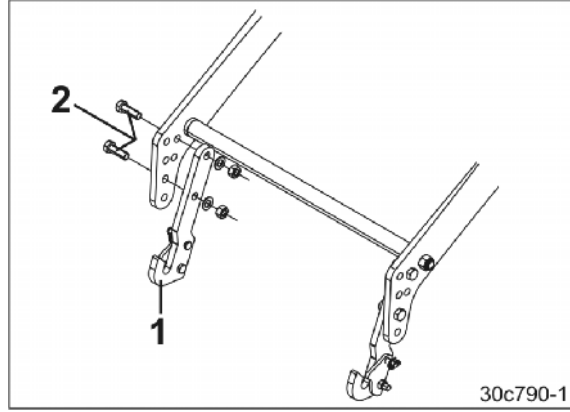

Fig. 34
1. Her alt direksiyon kancasını (Fig. 34/1) iki cıvata (Fig. 34/2) ile vidalayınız.
Alt direksiyon kancalarını (Fig. 34/1), ekim makinası